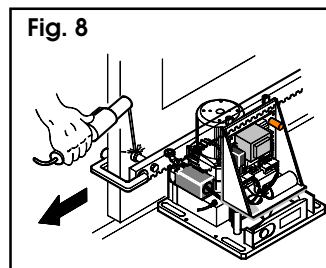

Fig. 8
4) Appoggiare sul pignone il primo elemento di cremagliera in corrispondenza del primo distanziale (fig. 8).
5) Fissare l'elemento di cremagliera all'anta con un morsetto (fig. 8).